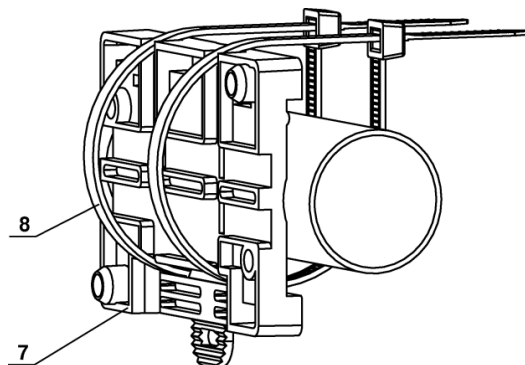

Рисунок 3
1. При необходимости смонтировать кронштейн (7) на DIN-рейку или трубу хомутами (8) шириной 6 мм (рисунок 3);